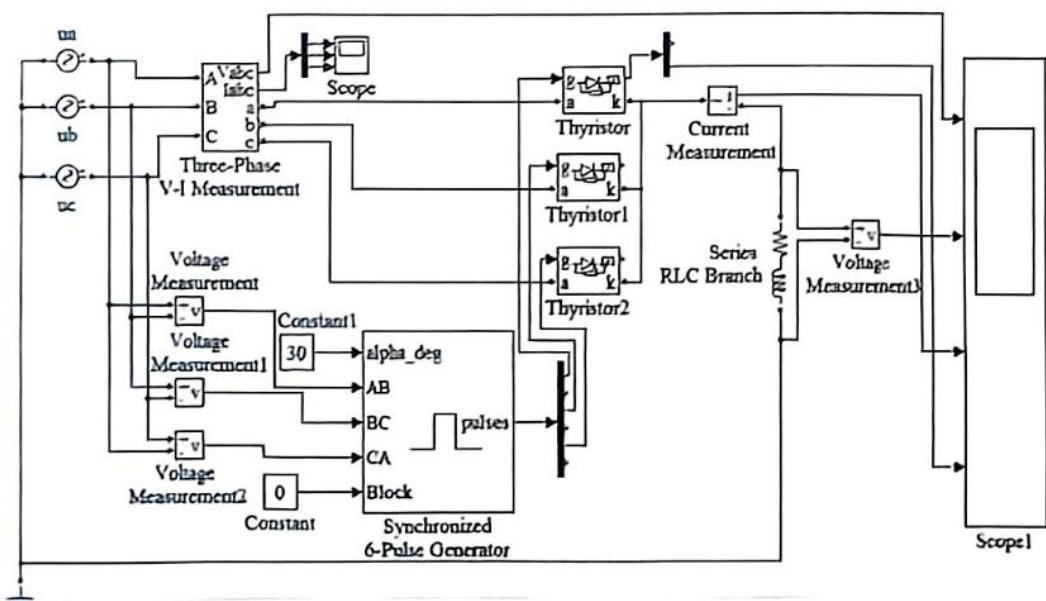

图 2-53 三相半波可控整流电路建模图
(1) 在 MATLAB 界面中找到 SIMULINK(快捷图标为 )并打开，创建一个空白的 SIMULINK 仿真文件，并打开 Library Browser。用 SIMULINK 搭建三相半波可控整流电路的仿真电路图，记录搭建模型图及仿真模型图的过程。
① 建模：根据表 2-3 中的模块名称，在搜索框中搜索需要的模块，并将它放置在文档合适的位置，用导线连接形成建模图，如图 2-53 所示。